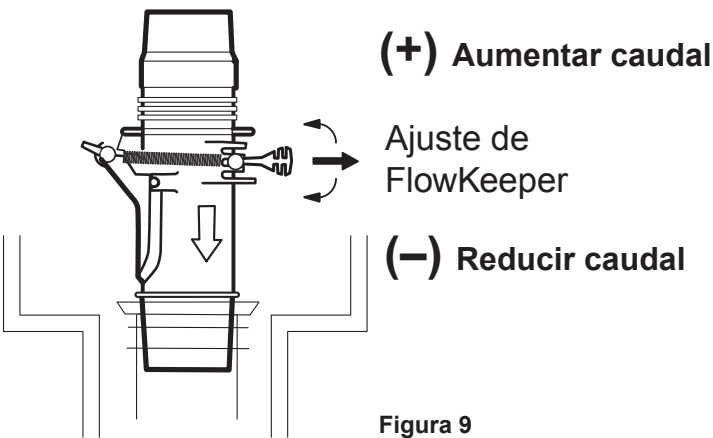

Figura 9
2. Para incrementar o disminuir el caudal, ajuste las válvulas en la plataforma del equipo O ajuste la válvula FlowKeeper™ en el colector de espuma hacia arriba o hacia abajo (vea la figura 9).